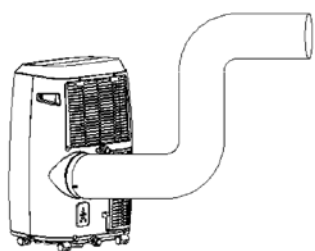

Fig. 6
- 3) Conforme ilustrado na Fig. 6, encaixe a mangueira de drenagem corretamente (apenas se estiver a utilizar o modelo de aquecimento)